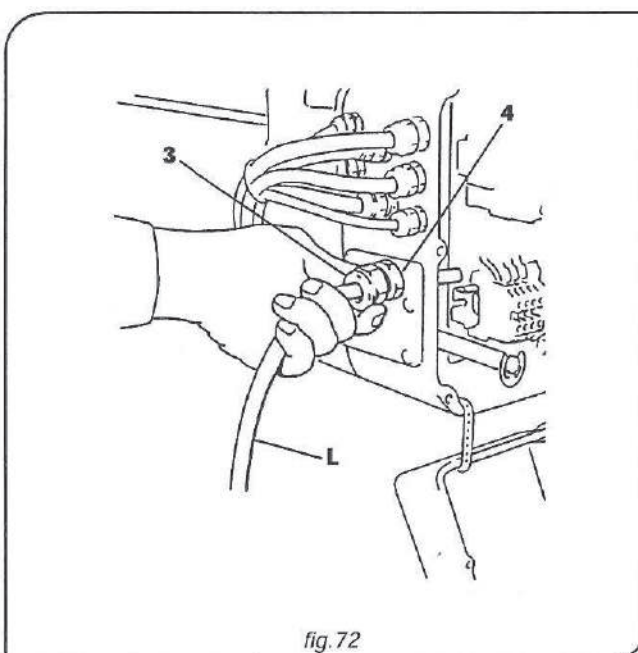

fig.72
4. Aflojar la abrazadera -3- del cable de presión -4- introducir en el mismo cable de línea -L- y ajustar a fondo la abrazadera del cable de presión (fig. 72).